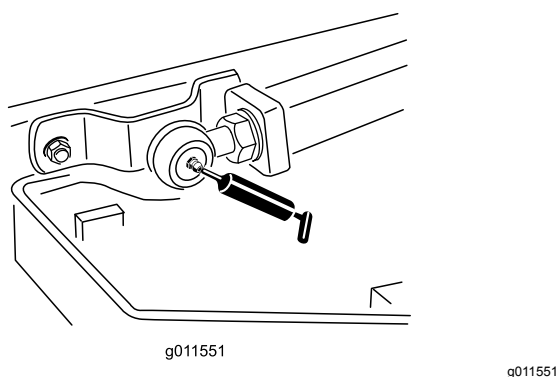

Figura 82
- 2 rótulas de los brazos de elevación (Figura 82)